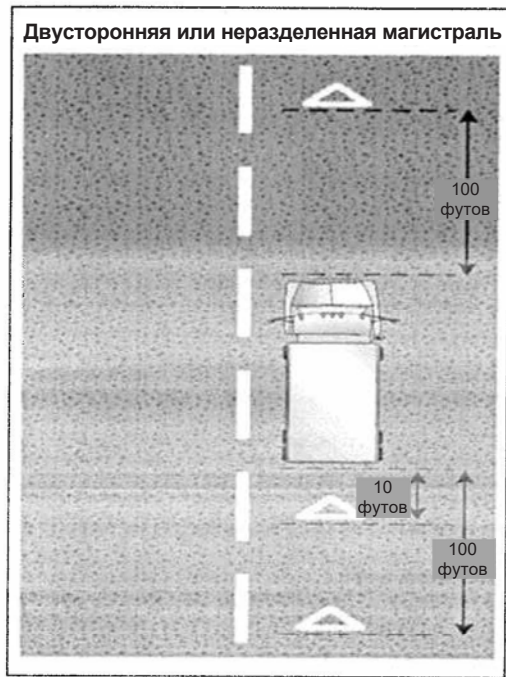

Рисунок 2.9
- Если автомобиль остановился на двухполосной дороге с движением в обоих направлениях или на неделимой автомагистрали, разместите предупреждающие устройства в 10 футах от переднего или заднего углов автомобиля и в 100 футах позади и впереди автомобиля, на обочине или полосе движения, на которой совершена остановка. *Смотрите рис. 2.9.*